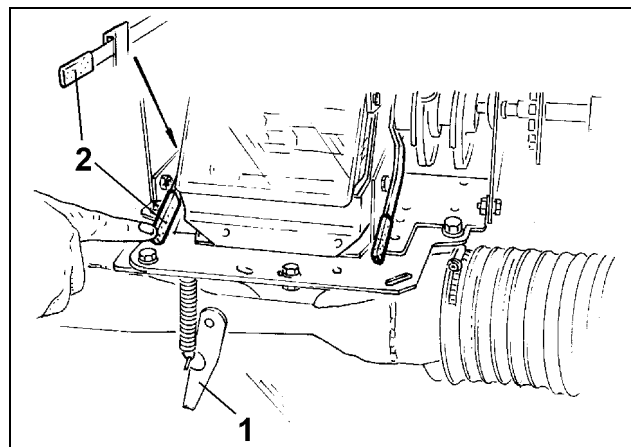

Fig. 104
- la trappe en plastique transparent (Fig. 104/1)
- la trappe de la chambre d'injection (Fig. 104/1) et
Pour ouvrir la trappe de vidange de reliquat, poussez vers le bas le levier situé derrière l'unité de dosage (Fig. 104/2) et bloquez le.